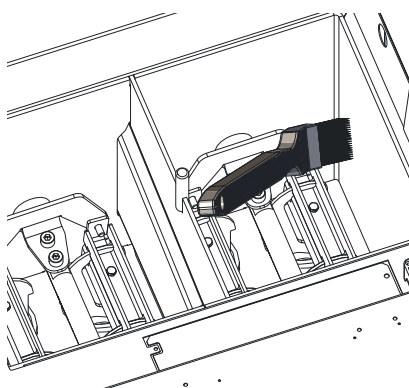

Fig. 50 Nachheizflächen reinigen
- ▶ Nachheizflächen oben mit Spachtel und Pinsel reinigen – Fig. 50.